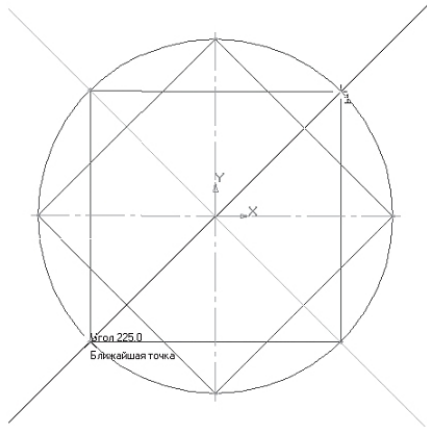

Рис. 4.4.
-  – допоміжна пряма. Вкажіть першу точку і другу, проводячи діагональ квадрата. Спрацює глобальна прив'язка Найближча точка (рис. 4.4).